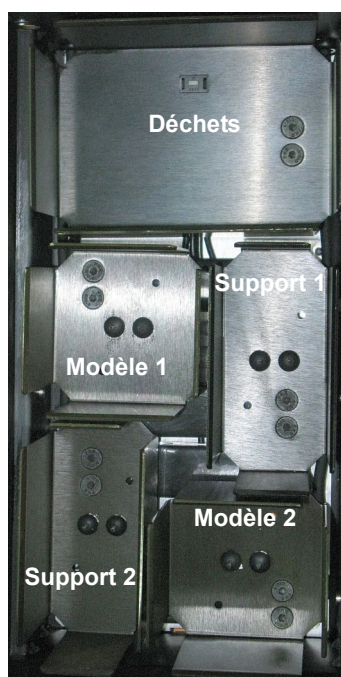

Figure 6-4 : Tiroir des matériaux
3. Chargez les cartouche de modèle et de support dans leurs compartiments respectifs (voir la figure 6-4).